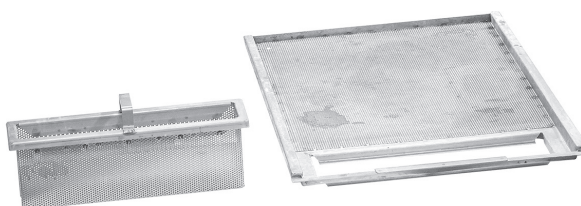

Fig. 1
- Tous les bacs-filtre et paniers à résidus doivent être correctement installés à chaque section de l'appareil (Fig. 1).